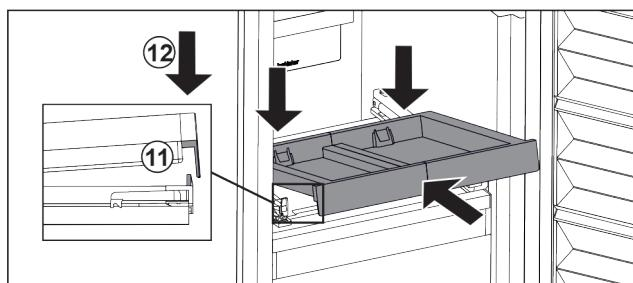

Fig. 22
- Šikmo zasuňte. Dbejte, aby byl na obou stranách doraz za západkou. Fig. 22 (11)
- Usadte vpředu vysouvací příhrádku. Fig. 22 (12)